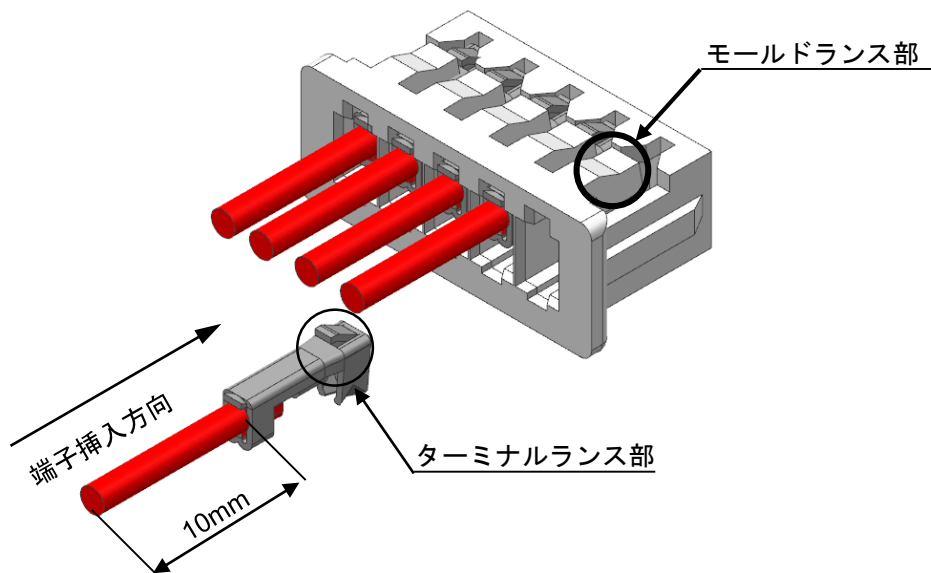

Fig. 6-2
③ ターミナルランス部が、モールドランス部に向かうように持ち、端子が突き当たる位置まで（2~4N 程度の力で）ゆっくりと真っ直ぐ装着してください。（Fig.6-2）